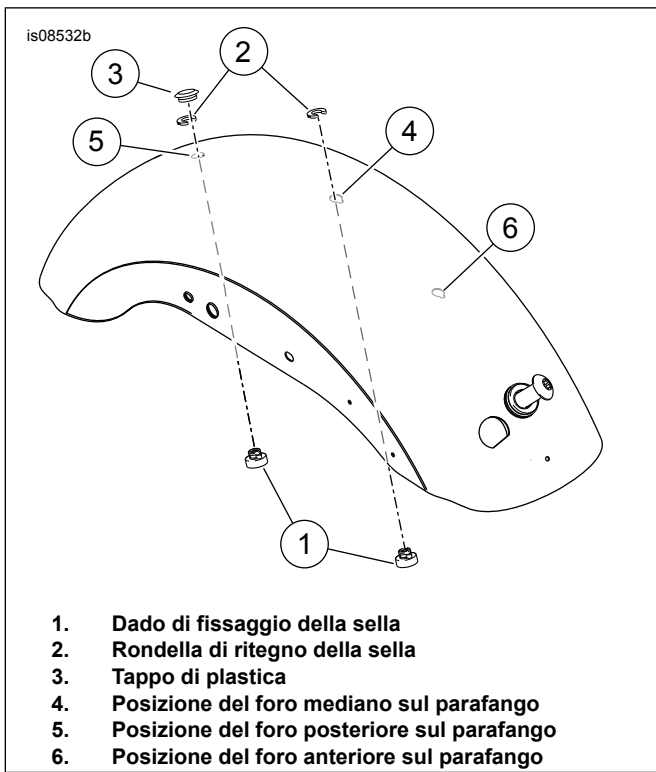

Figura 2. Posizioni del dado di fissaggio e della rondella della sella
2. Vedere Figura 2. Rimuovere il tappo di plastica (3) dal foro posteriore sul parafango.
3. Installare il dado di fissaggio (1) e la rondella (2) nel foro posteriore sul parafango da dove è stato tolto il tappo.